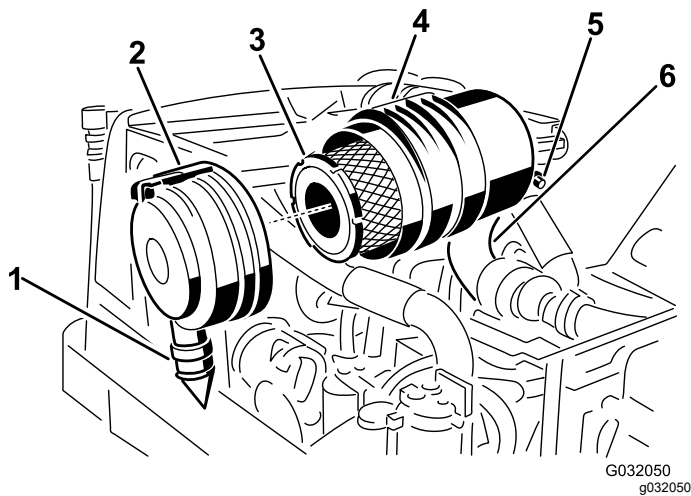

Figura 46
2. Retire el filtro primario (Figura 46).
las posiciones de las 5 y las 7, visto desde el extremo – y fije el cierre (Figura 46).
- Cambie el filtro primario (Figura 46).